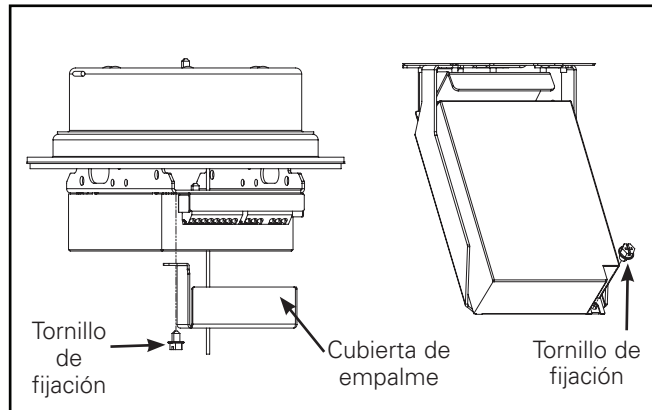

Figura 6.
4. Para acceder a los conectores de inserción del controlador, quite la cubierta de empalme o el propio controlador de su soporte al quitar el tornillo de fijación indicado. (Figura 6).
3. Retire el controlador o la cubierta de empalme para acceder a los conectores de inserción del controlador. (Figura 6).